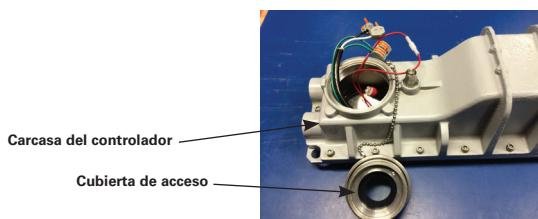
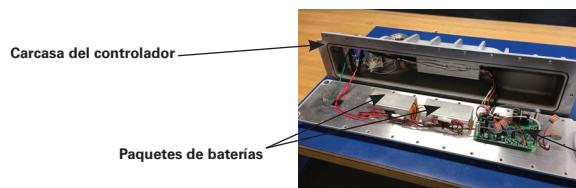

Figura 10
Figura 11
- El reemplazo de batería requiere el retiro de la carcasa del controlador (observe la Figura 11).
- Abra la cubierta de acceso de cableado roscado (observe la Figura 10) y deje que la cubierta cuelgue del cordón.
- Retire los veinticuatro (24) tornillos de cabeza hueca y las arandelas de seguridad de la carcasa del controlador con una llave hexagonal de 5 mm.
- Retire la carcasa del controlador. Nota: Mantenga la carcasa cerca del cuerpo de la luminaria para evitar presión en el arnés de cables adjunto (observe la Figura 11).